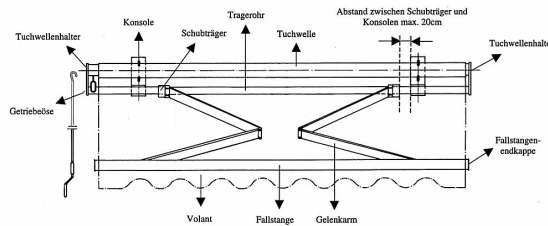

Bild 1 Hülsmarkise
2. Die Konsolen von hinten provisorisch auf das Tragerohr schieben und die Folie in diesem Bereich aufschneiden. Hierbei muss dabei darauf geachtet werden, dass der Konsolenabstand **links und rechts, außerhalb** der Gelenkarmhalterung, nicht mehr als **10 cm** beträgt (**Bild 1**). **Jede weitere** Konsole ist auf dem Tragerohr zu vermitteln.
Wichtig: Die beiden äußeren Konsolen müssen im Abstand von nicht mehr als 10 cm von der Gelenkarmhalterung nach außen angebracht werden. (Bild 1)